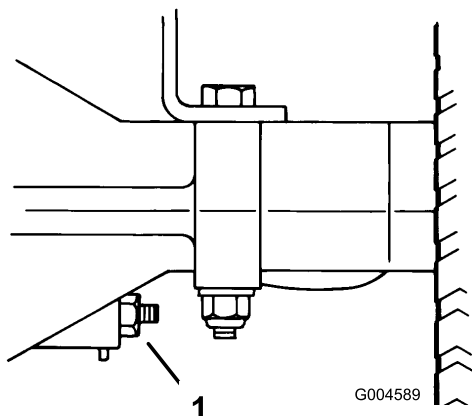

Bild 33
2. Stram bremsejusteringsmøtrikken (Bild 33) 1/8 omgang med uret for at øge bremsemodstanden.